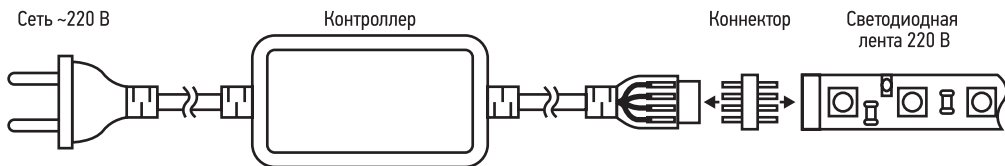

Рис. 1. Подключение светодиодной ленты 2835 220В.
- Для обеспечения работы светодиодной ленты OLS-2835-IP67-220V необходимо использовать преобразователь сетевого напряжения OLS-power cord-2835-220V. Подключение источника питания осуществляется по схеме, изображенной на Рис. 1. Подключите светодиодную ленту, строго соблюдая полярность в соответствии с ключом, как показано на Рис. 1. **Внимание!** Подключать нагрузку только при отключенном питании.